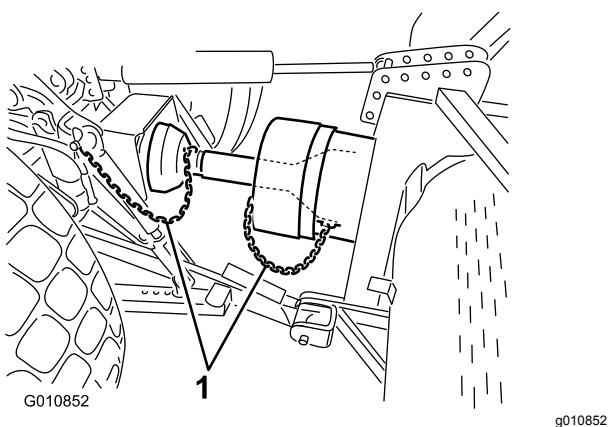

Figure 25
6. Connectez les chaînes de sécurité à la protection de la PDF et au support du tracteur (Figure 25). Assurez-vous que les chaînes restent détendues quand l'aérateur est abaissé ou levé.